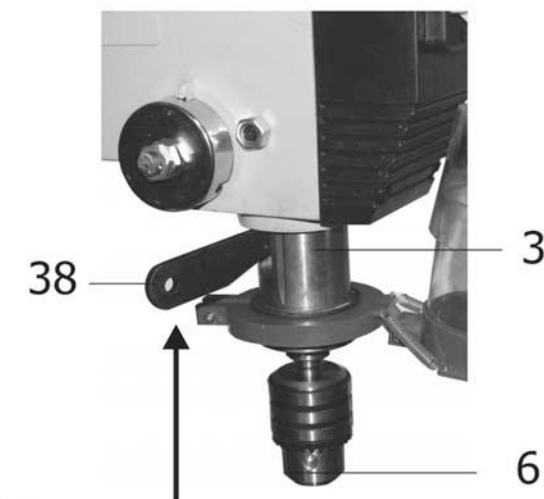

Рис.11
10.10. При необходимости можно использовать сверла с конусом MT2 для непосредственной установки в шпиндель, минуя использование сверлильного патрона (6), Рис.11.
10.11. Для снятия сверлильного патрона (6) из шпинделя используют клин (38), Рис.11. Для этого необходимо выключить станок согласно п.10.3, затем совместить вращением шпинделя паз в шпинделе с пазом на обойме (37), Рис.11. Вставить в этот паз клин (38), Рис.11, и легкими ударами снизу вверх по клину (38), Рис.11, выталкивать дорн (H), Рис.1, вместе со сверлильным патроном (6), Рис.11, из шпинделя.